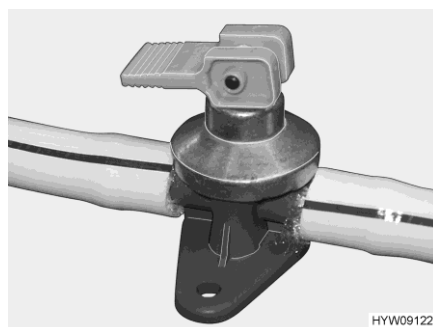

Fig. 150 Robinet de vidange (chauffe-eau Alde)
- Fermer les robinets de vidange (Fig. 150 et Fig. 149). Tourner pour cela les capuchons dans le sens des aiguilles d'une montre ou mettez le commutateur à bascule à l'horizontale. L'emplacement de la valve de sécurité et de vidange et des robinets de vidange est présenté au paragraphe 10.6 à la fin de ce chapitre.